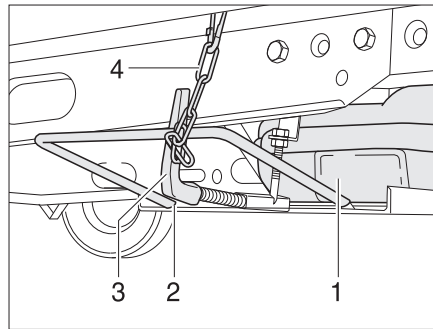

Fig. 148 Depósito de aguas residuales en el soporte debajo del vehículo
- Soltar la cadena de seguridad (Fig. 148,4).
- Pulsar hacia adentro el tirador giratorio (Fig. 148,3), y girar un cuarto de vuelta en sentido de las agujas del reloj.
- Girar hacia adelante y hacia abajo el depósito de aguas residuales con el soporte (Fig. 148,2).
- Sacar el depósito de aguas residuales (Fig. 148,1).